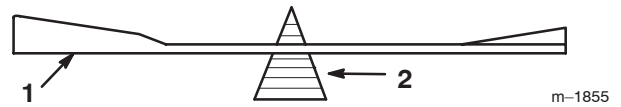

Figure 29
2. Vérifiez l'équilibre de la lame en la plaçant sur un équilibreur (Fig. 29). Si la lame reste horizontale, elle est équilibrée et peut être utilisée. Si la lame n'est pas équilibrée, répétez la procédure d'aiguisage du côté le plus lourd jusqu'à ce que la lame soit équilibrée.